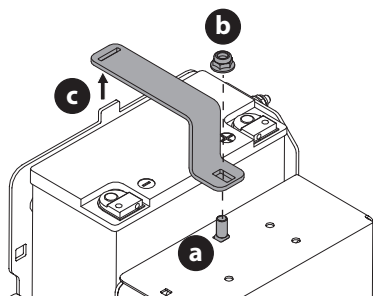

Fig. 37
4. Localice y sostenga el perno de carro (a) que está en el frente del soporte de la batería (c) para evitar que se caiga (Fig. 37).
5. Retire la tuerca hexagonal (b) que fija el soporte de la batería (c) en su lugar. Guarde el perno de carro y la tuerca de seguridad hexagonal para volver a instalarlos más tarde (Fig. 37).
6. Levante el soporte de la batería (c) de la pestaña que está del lado izquierdo de compartimiento de la batería y guárdelo para su posterior instalación (Fig. 37).